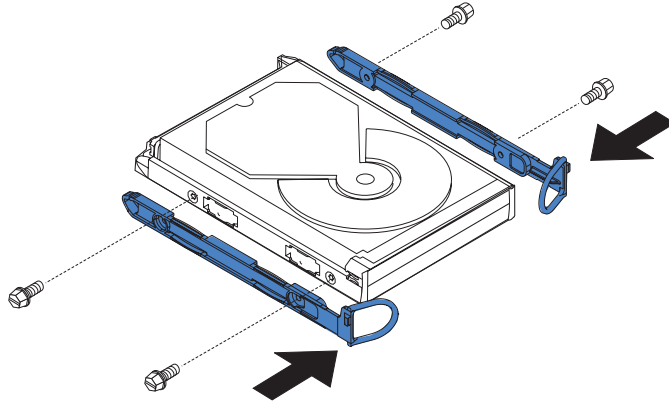

図 104. SAN ボリューム・コントローラー 2145-4F2 ディスク・ドライブへのレールの取り付け
9. ディスク・ドライブを別のものと交換する場合は、新しいディスク・ドライブに同梱のレールとねじを見つけます。 138 ページの図 104に示すように、レールをディスク・ドライブに取り付けます。